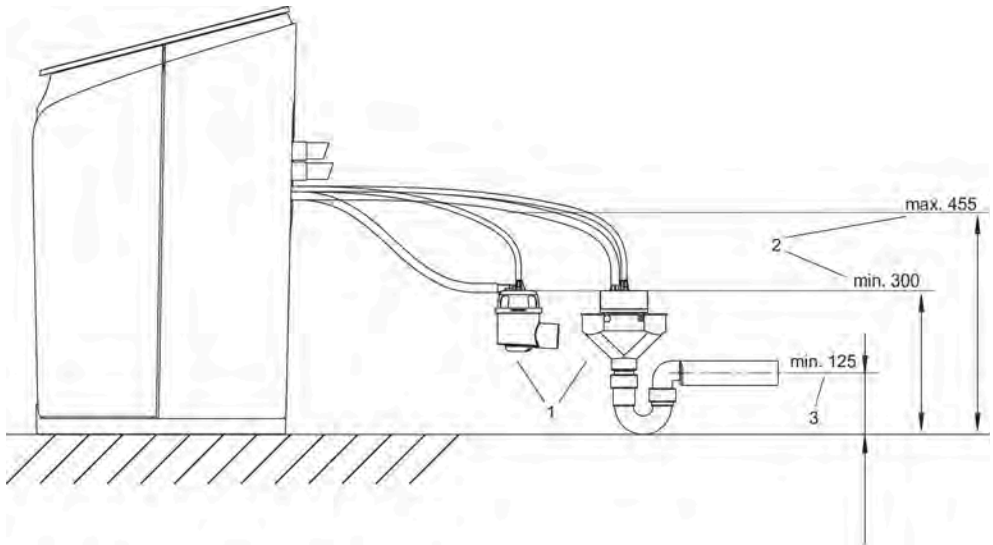

Abb. 14: Korrekte Platzierung des Siphons (Maße in mm)
- **ACHTUNG:** Den Siphon bzw. den freien Auslauf im Siphon gemäß den Angaben in Abbildung 14 höher anbringen als die Standfläche des Enthärters, um einen ordnungsgemäßen Wasserablauf zu gewährleisten.